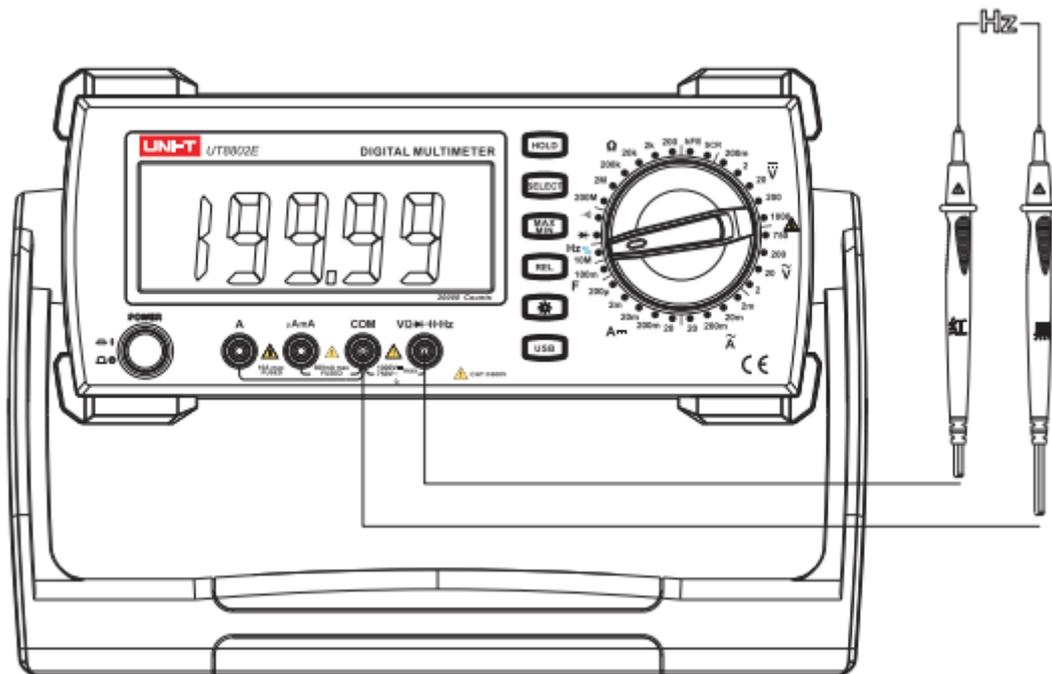

Abbildung 6
6. Messung der Frequenz (siehe Abbildung 6)